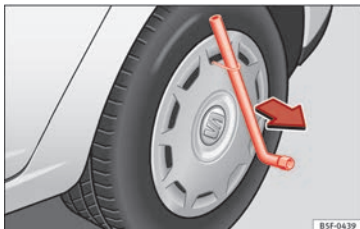

Fig. 158 Togliere il copricerchio.
- Togliere il copricerchio con il gancio in metallo » **fig. 158.**